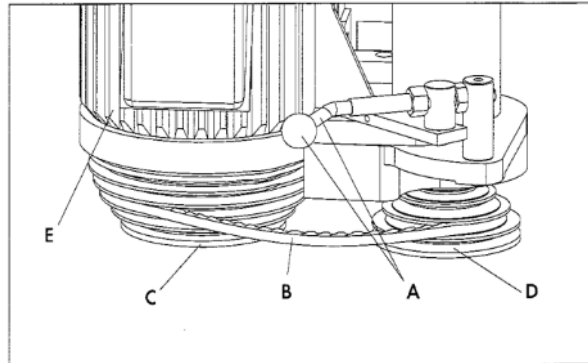

Abbildung 10 Riemenwechsel
- Schwenken Sie den Spannhebel (A) ABB.10 nach rechts wie abgebildet, um den Riemen zu lösen. Der Riemen (B) kann dann auf die gewünschte Stufe der Motorriemenscheibe (C) und der Spindelriemenscheibe (D) platziert werden, während gleichzeitig der Knopf (A) nach oben oder unten zu fahren, so daß der Aussparung im Drehzahlriegel positioniert wird, sofern diese Einrichtung an Ihrer Maschine verfügbar ist.